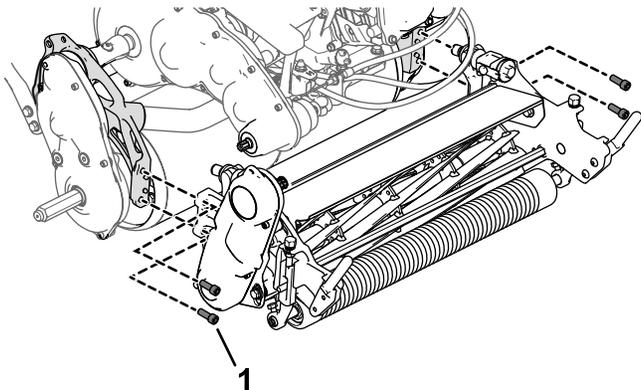

Bild 6
1. Verwenden Sie vier Innensechskantschrauben, um das Mähwerk an der Maschine zu befestigen (**Bild 6**).